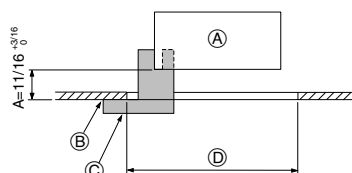
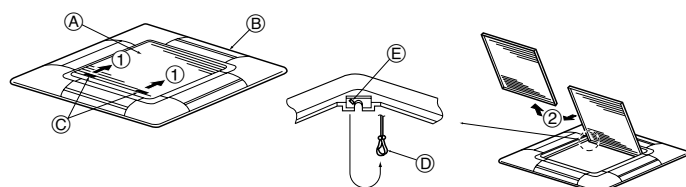
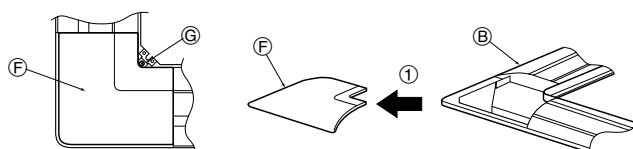

Fig. 9-2
Fig. 9-3
Fig. 9-4
①	Dimensiones de la rejilla	1	950 × 950 (mm), 37-3/8 × 37-3/8 inch
②	Tornillo con arandela cautiva	4	M5 × 0,8 × 25
③	Plantilla	1	(Dividido en cuatro partes)
④	Remache	2
⑤	Tornillo	4	4 × 8
⑥	Controlador remoto cableado	1	para PLP-42AAMD
9.2. Preparación para conectar la rejilla (Fig. 9-2)
- Con la plantilla ③ que se suministra con este equipo, ajuste y compruebe la posición de la unidad en el techo. Si la unidad no está colocada en el techo de forma adecuada, podrían producirse escapes de aire o generarse una condensación.
- (A) Unidad principal
- (B) Techo
- (C) Plantilla ③ (metida en la unidad)
- (D) Dimensiones de apertura del techo
9.2.1. Extracción de la rejilla de admisión (Fig. 9-3)
- Deslice las palancas en la dirección indicada mediante la flecha ① para abrir la rejilla de admisión.
- Con la rejilla de admisión en posición "abierta", extraiga la bisagra de la rejilla de admisión de la rejilla tal y como se indica mediante la flecha ②.
9.2.2. Extracción del panel angular (Fig. 9-4)
- Extraiga el tornillo de la esquina del panel angular. Deslice los paneles angulares indicados por la flecha ① para extraer este panel.
- (A) Rejilla de admisión
- (B) Rejilla
- (C) Palancas de la rejilla de admisión
- (D) Gancho de la rejilla
- (E) Orificio para el gancho de la rejilla
- (F) Panel angular
- (G) Tornillo